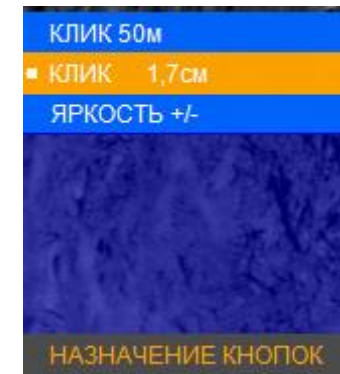

Рисунок 24 – Назначение кнопок
Данный раздел позволяет пользователю назначить функционал кнопкам (3) и (5) в основном режиме (см. рис. 24):